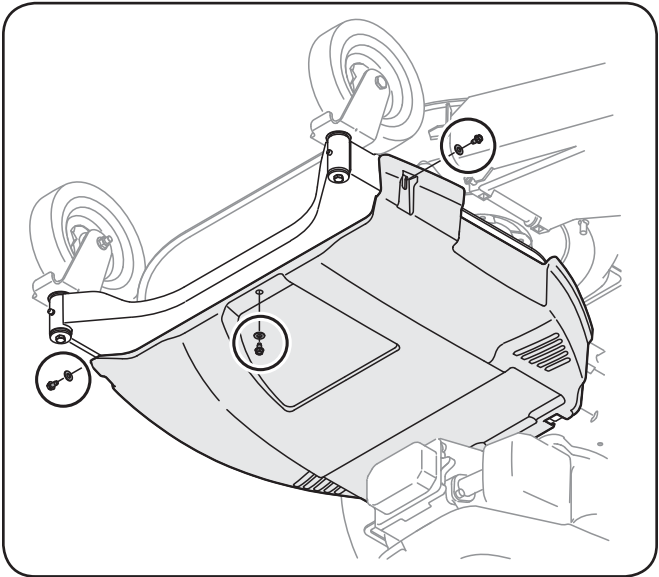

Figure 6-5
1. Retirez les trois écrous et les trois rondelles qui fixent le couvercle de courroie au châssis, puis retirez le couvercle. Voir Figure 6-5.